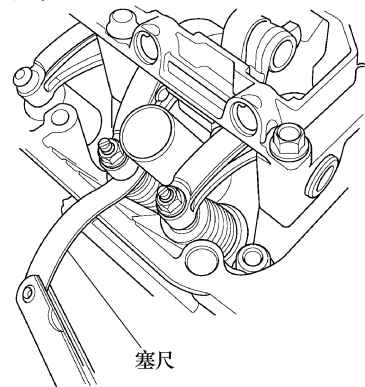

图 2-118 检查气门间隙
4) 将塞尺插入调节螺钉与 1 号气缸上的气门杆端部之间,并前后滑动;应该感觉到轻微地拖滞,见图 2-118。